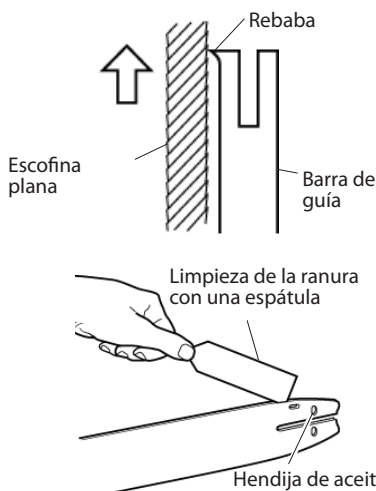

Figura 31 - Mantenimiento de la barra de guía
2. Retire el polvo y la tierra de la ranura de la barra de guía en forma periódica. Para ello, utilice una espátula o un alambre (vea la figura 31).